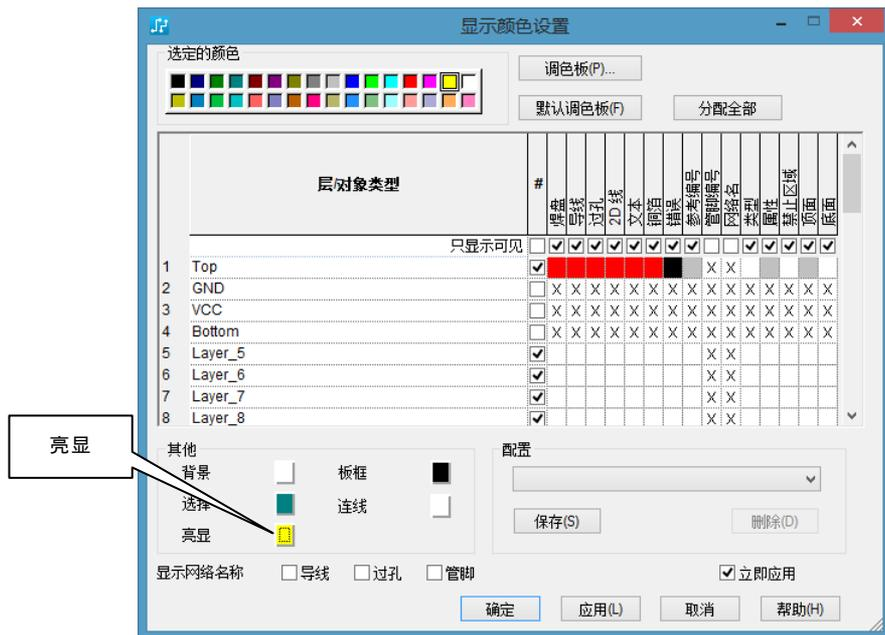

图 6-23 “显示颜色设置”窗口
(2) 亮显 使被选中对象以高亮颜色显示。高亮颜色可以进行设置,首先执行“设置”“显示颜色”命令,打开如图 6-23 所示的“显示颜色设置”窗口,在“选定的颜色”颜料盒中单击选择相应的颜色,然后单击“亮显”按钮完成亮显颜色的设置。